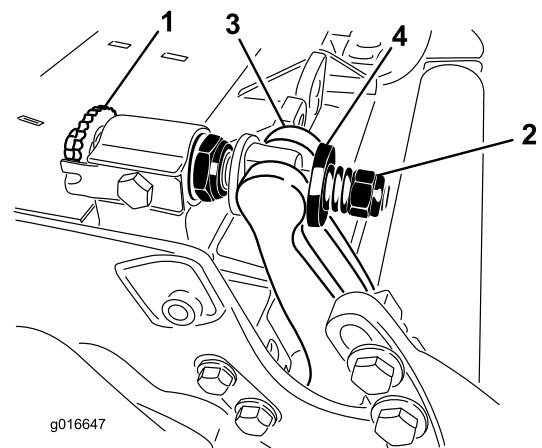

Bild 29
2. Drehen Sie die Federspannungsmutter so weit hinaus, bis die Scheibe nicht mehr gegen den Untermesserträger angespannt ist (Bild 29).
1. Drehen Sie die Einstellschrauben des Untermesserträgers nach links, um den Abstand zwischen Untermesser und Spindel zu vergrößern (Bild 29).